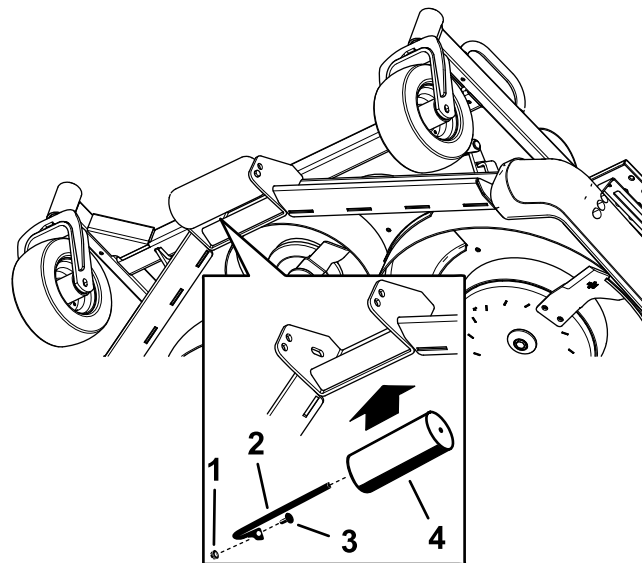

Figura 31
5. Allineate il rullo con i fori corretti e installate l'albero con il bullone e il dado (Figura 31).